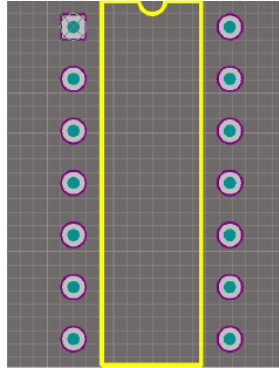

Рис. 23. Посадочное место под корпус 201.14
8. В последнем окне нажать Finish (результат представлен на Рис. 23).